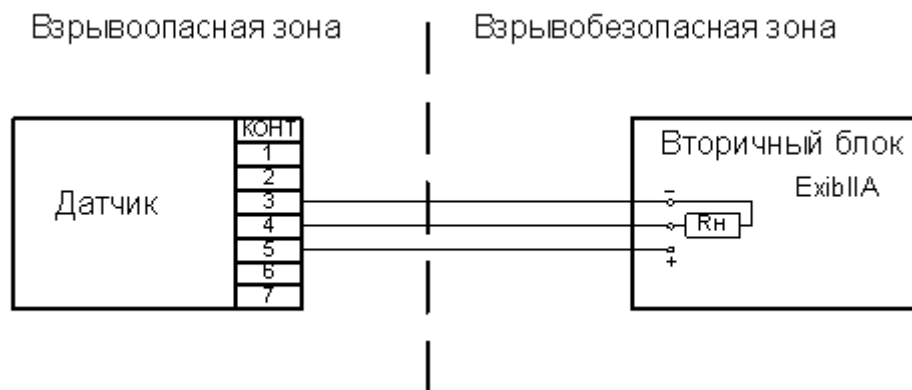

Рис. 4. Схема подключения датчика.
10.2. Подключение к вторичному прибору (блоку) производится с помощью кабеля в соответствии с рис. 4 при отключенном питании.